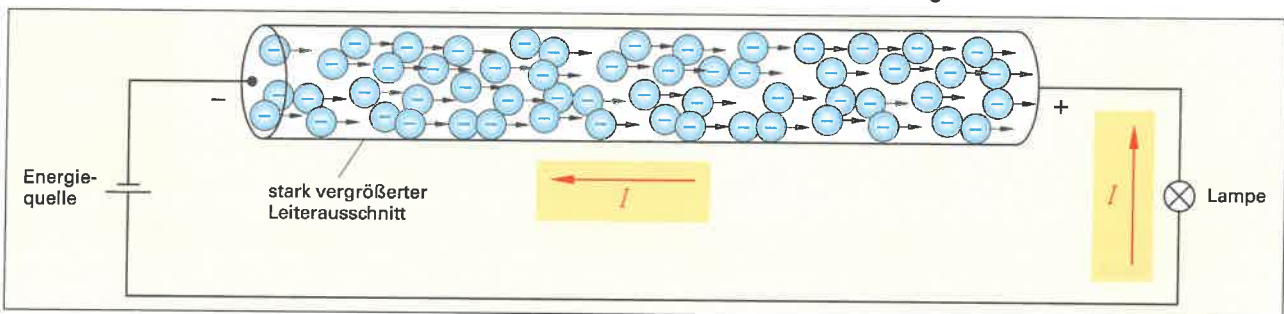

Bild 1: Stromfluss im Leiter
- Das Bild 1 zeigt den vereinfachten Ausschnitt eines metallischen Leiters mit der Flussrichtung der Elektronen. Tragen Sie die Bezugs Pfeile und das Formelzeichen für die technische Stromrichtung ein.